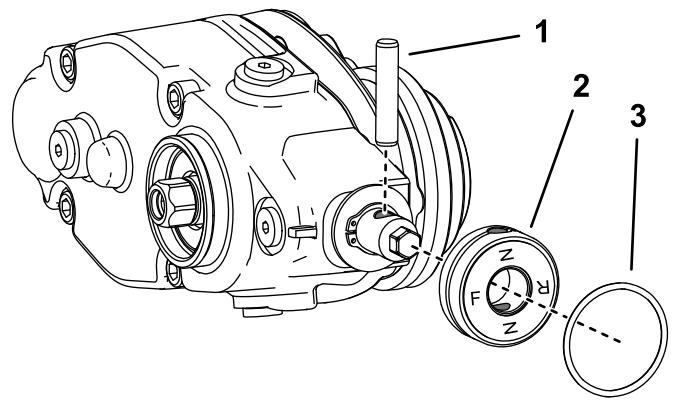

Figura 15
3. Se state montando il groomer sul lato sinistro della macchina, procedete come segue (Figura 15):